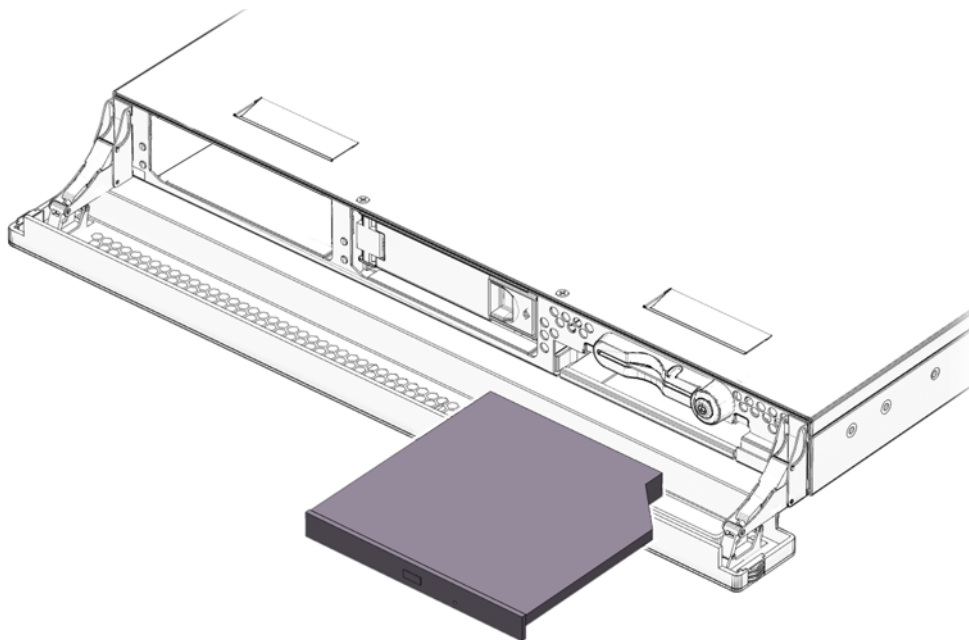

FIGURA 2-4 Rimozione di un'unità DVD
8. Sbloccare i fermi che fissano l'unità DVD allo chassis (FIGURA 2-4).